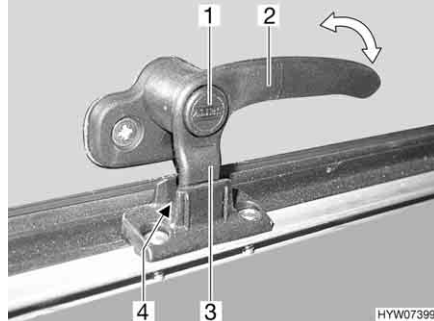

Fig. 46 Leva di serraggio in posizione "Aerazione continua"
- In posizione di "Aerazione continua" (Fig. 46)
- Premere il bottone di sicurezza (Fig. 46,1) e mantenerlo premuto.
- Ruotare la leva di serraggio (Fig. 46,3) di un quarto di giro verso il centro della finestra.
- Girare nuovamente all'indietro la leva di serraggio. Riportare contemporaneamente il nasello di chiusura (Fig. 46,3) della leva di serraggio nella rientranza della chiusura della finestra (Fig. 46,4).
- Rilasciare il bottone di sicurezza (Fig. 46,1).